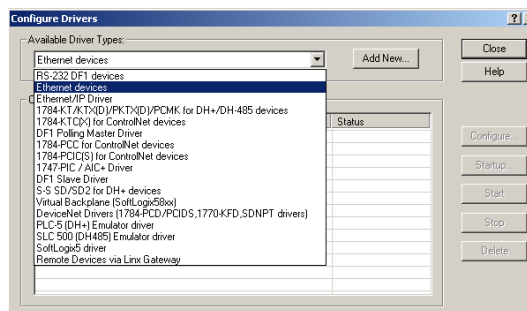

Figura 7.2: Elección del controlador
1. Abrir el programa RSLinx y escoger el diálogo *Communications>driver configuration*. Seleccionar *“Ethernet devices”* de los controladores (*drivers*) disponibles y cargar al programa RSLinx (*Add new*) (figura 7.2). [1]